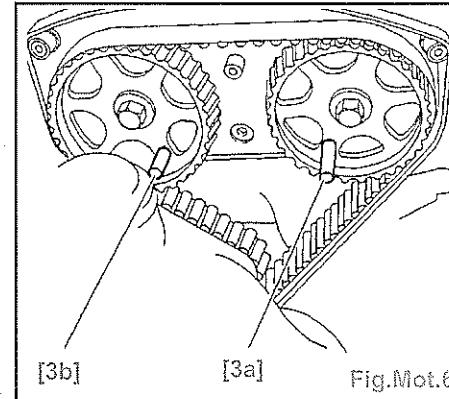

Fig.Mot.6
- Mettre en place les outils [3a] et [3b] (Fig.Mot.6).